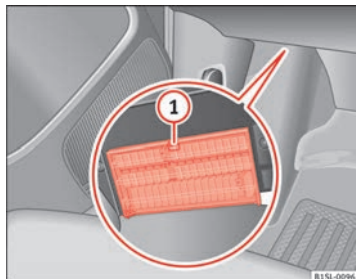

Fig. 149 Debaixo do painel de instrumentos do lado do condutor: tampa da caixa de fusíveis.
- **Abrir:** pressione a alavanca de bloqueio ⇒ Fig. 149 ① até conseguir abrir a cobertura.
- **Fechar:** recline a cobertura para cima, na direcção contrária à da seta até ouvir o encaixe na alavanca de bloqueio ①.